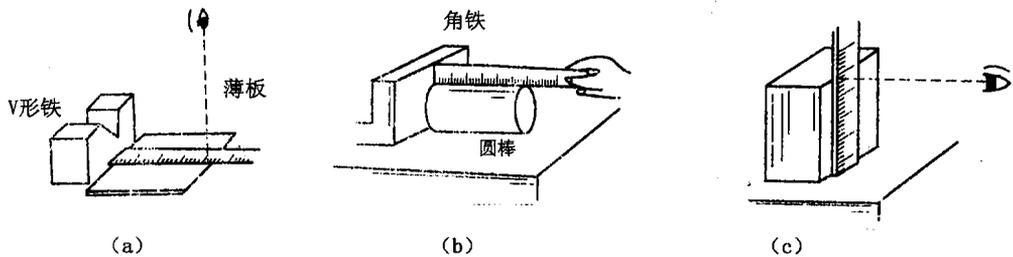

图 1-7 安放钢尺
(1) 将 V 形铁或角铁的平面与工件端面靠紧,如图 1-7(a) 所示。
(2) 测量圆棒长度时,钢尺要与工件轴线平行,如图 1-7(b) 所示。
(3) 测量高度时,将钢尺垂直于平台或平面上,如图 1-7(c) 所示。
从刻度线的正面正视刻度读出,如图 1-7 所示。